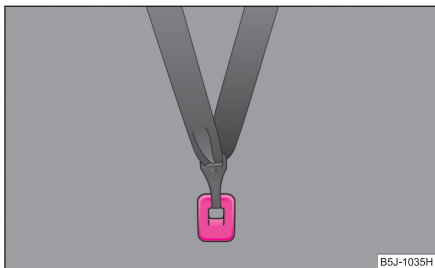

Fig. 156 Scaunul din spate:
La autovehiculele cu bancheta din spate secționată\*, pentru mărirea siguranței copiilor transportați, scaunele sunt echipate cu sistemul de fixare „Top Tether” ⇒ fig. 156.
- Fixați scaunele pentru copii cu sistem „Top Tether” numai în locurile special prevăzute ⇒ fig. 156.